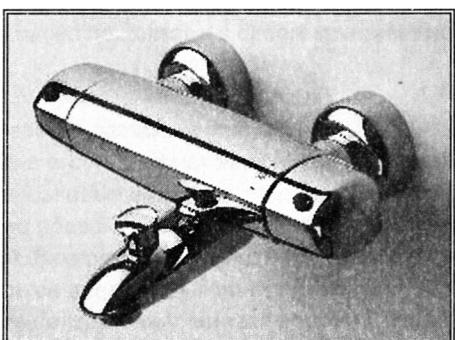

Рисунок 19. Смеситель-термостат
**Смеситель-термостат** (рис. 19) является смесителем самого современного вида, на нашем рынке он появился совсем недавно.